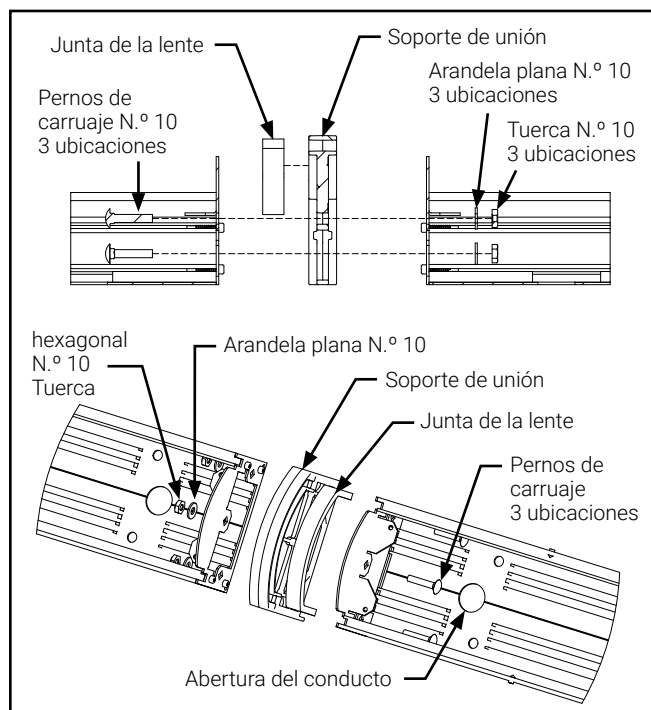

Figura 3.
3. Localice el soporte de unión y la bolsa de herrajes en la caja. Instale el soporte de unión entre la primera luminaria y la segunda. Instale los 3 pernos de carruaje, las arandelas y las tuercas como se muestra en la Figura 3.